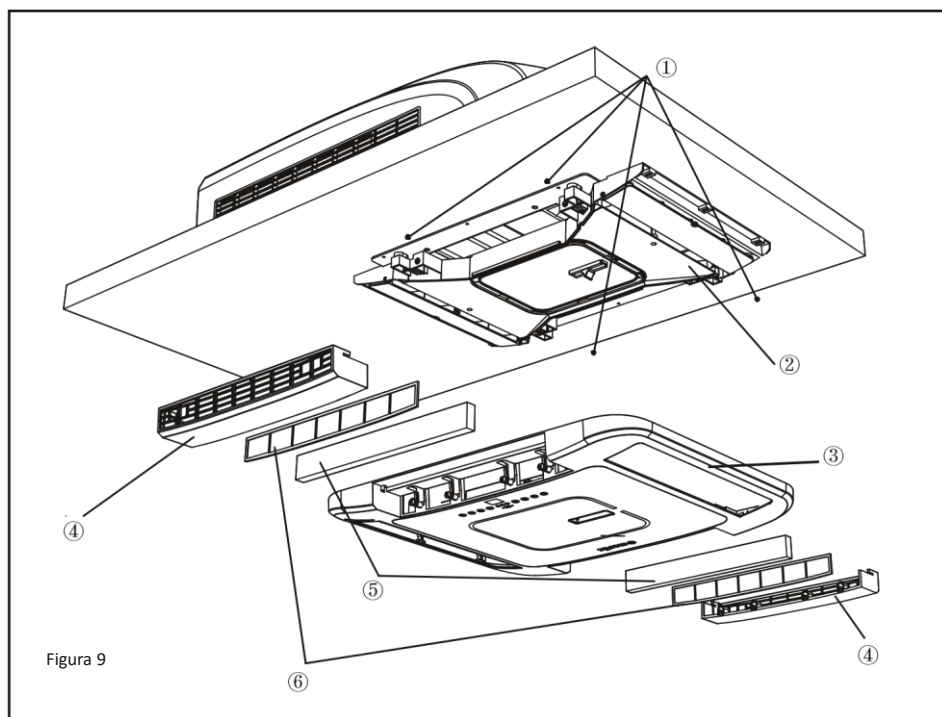

Figura 9
4. Collega il cavo di alimentazione esterno a quello riservato al camper, come mostrato nella figura 9.
1. Fissare la griglia del soffitto al percorso del vento del gruppo a soffitto con 4 viti. (Vedi la figura 9).